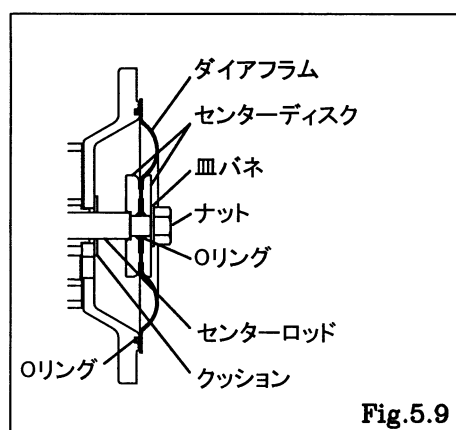

Fig.5.9
- ・ダイアフラムは凸側を外側に取り付ける。[Fig.5.9]